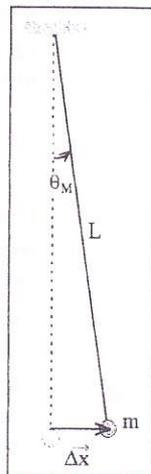

Figura 2: Pêndulo simples.
onde T_0 é o período do pêndulo simples para pequenas oscilações e θ_M é o deslocamento angular máximo do fio, em relação à direção vertical, durante o movimento (figura 2).
- Desloque a esfera lateralmente por uma distância $\Delta x = 5 \text{ cm}$ (veja a figura 2).
- Calcule, para cada deslocamento lateral Δx , o valores de $\text{sen } \theta_M$ (veja a figura 2) e de θ_M (em graus), onde θ_M é o deslocamento angular máximo do fio. Preencha as colunas correspondentes da tabela 2.